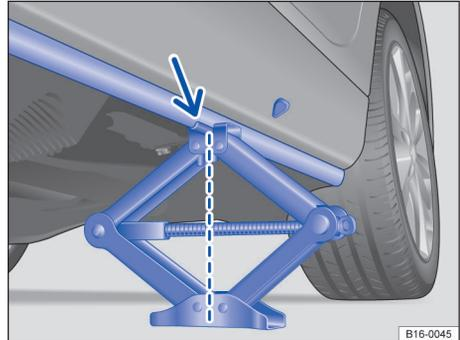

Fig. 189 Posición del gato en la parte trasera izquierda del vehículo.
7. Asegúrese de que la base del gato descanse firmemente sobre el suelo y de que se encuentre exactamente debajo del punto de apoyo ⇒ fig. 189.
8. Centre el gato y, al mismo tiempo, siga subiéndolo con la manivela hasta que la garra sujete el refuerzo vertical de debajo del vehículo ⇒ fig. 189 (flecha).
- El gato sólo deberá colocarse en los puntos descritos. La garra del gato deberá sujetar bien el refuerzo de los bajos ⇒ fig. 189.